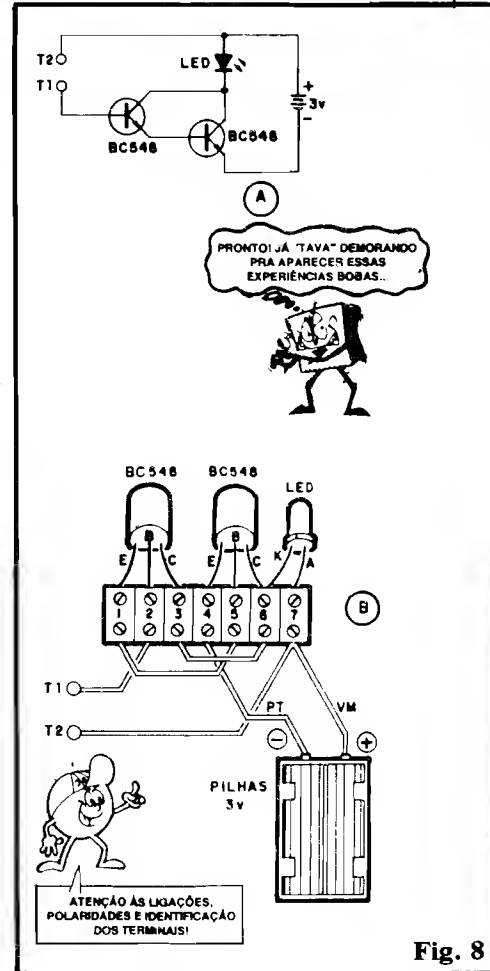
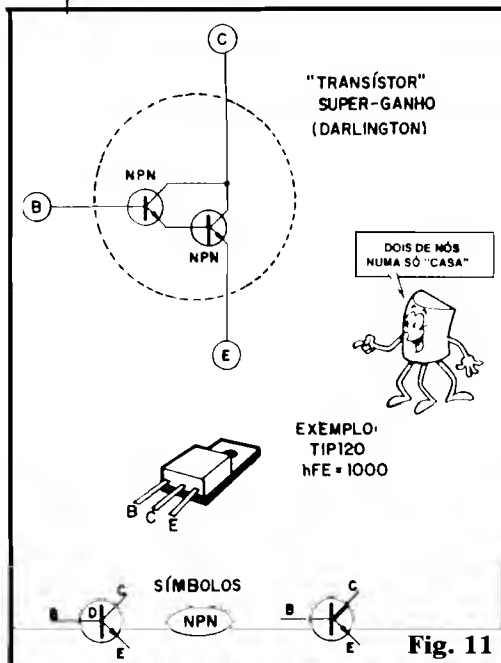
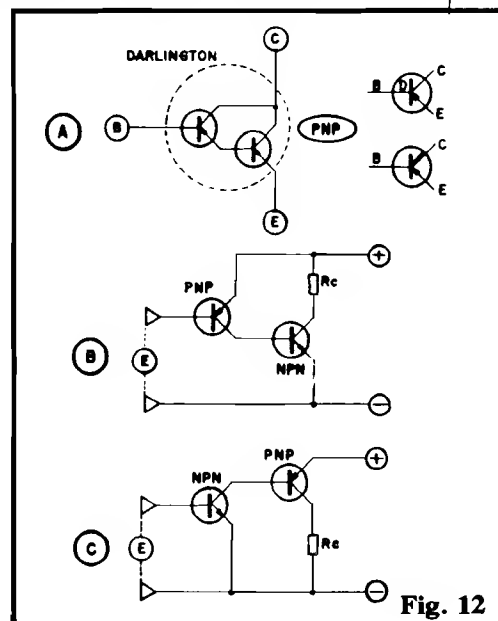

Fig. 8
Fig. 11
Fig. 12
- **FIG. 8-A** - Esqueminha do circuito da EXPERIÊNCIA... Conforme já foi dito, nada mais são do que dois transístores "enfileirados" de forma a "multiplicar" os seus ganhos (fatores de amplificação). Por enquanto não daremos detalhes teóricos a respeito (logo adiante falaremos nisso...). O importante, principalmente para o "Aluno recém-chegante" (e que deve, URGENTEMENTE, providenciar a aquisição das Revistas/Aula anteriores, para não ficar "boiando"...) é notar que um esquema nada mais é do que uma espécie de "mapa" do circuito, desenhado a partir das representações simbólicas dos componentes e suas ligações... Tanto os transístores quanto o LED **já foram** estudados nesses aspectos (aparência, símbolo, identificação de terminais...) e assim basta ao "Aluno" recorrer às informações já mostradas no nosso "Curso", se persistirem dúvidas...
- **FIG. 8-B** - Diagrama de montagem da EXPERIÊNCIA (chamamos de "chapeado" à vista **real** dos componentes, suas ligações e conexões com o "substrato" do circuito. No caso, usamos a "velha" (explicada nas primeiras "Aulas") técnica da montagem **sem solda**, sobre barra de conetores para-fusíveis. **ATENÇÃO** às posições dos dois transístores (e à identificação dos seus terminais) e do LED (idem). Observar também a polaridade da alimentação (fio **vermelho** do suporte de pilhas corresponde ao **positivo**, e fio **preto** ao **negativo**...). Observar a numeração atribuída aos segmentos da barra, e que serve como referência para evitar erros, facilitando a identificação de cada ponto de ligação (aqueles números "não estão lá", na barra "real", mas todos Vocês sabem contar até sete, não...?). Não esquecer dos "jumpers" (pedaços simples de
Essa corrente (tês milionésimos de ampére) é absolutamente **insuficiente** para o acionamento do LED. Agora vamos nos concentrar no **ganho** dos transístores: cada um dos BC548 apresenta um hFE de, **no mínimo**, "110". Na configuração adotada para o circuito (fig. 8-A) a corrente de **emissor** (Ie) do primeiro BC548 constitui a total corrente de **base** (Ib) do segundo transístor, com o que o "fruto" da Saída do primeiro, "alimenta" a Entrada do segundo, obtendo-se, no conjunto, a multiplicação dos ganhos individuais! Vamos, então, calcular esse ganho total, "por baixo"...
contato T1 (aquele que - ver esquema - está diretamente ligado ao terminal de **base** do primeiro transístor...) o LED **também** acenderá, ainda que fracamente... Como isso terá sido possível?! O nosso corpo, razoavelmente condutor, como já explicamos, funciona como um "pedaço de fio" na presença de um campo magnético, gerado pela eletricidade "passando" pela fiação da instalação elétrica do local (aquele "monte" de fios que estão dentro das paredes, aí da sua casa...). Se lembrarmos da "Lição" sobre os EFEITOS MAGNÉTICOS DA CORRENTE (ABC nº 4) podemos então entender que o corpo de uma pessoa pode (e efetivamente funciona...) funcionar como o SECUNDÁRIO de um "transformador", recebendo e manifestando, por indução, uma certa tensão (que pode até ser medida por aparelhos sensíveis, à superfície da pele...). Pois bem... Essa pequenínssima tensão, introduzida diretamente à **base** do primeiro transístor do arranjo (fig. 8-A) determina uma "correntinha" extremamente fraca que, porém, após a "bravíssima" amplificação proporcionada pelo par de transístores "enfileirados", manifesta-se com intensidade suficiente (no **coletor** do segundo transístor...) para acender o LED, ainda que com luz fraquinha! Deu pra sentir o **poder** de amplificação de um "miserável" par de transístores...?
- **FIG. 11** - O arranjo mostrado originalmente para a EXPERIÊNCIA (fig. 8-A) nada mais é do que um **acoplamento** entre dois blocos de amplificação (cada um formado unicamente por um transístor...). Essa configuração é especificamente chamada de **DARLINGTON** e na verdade forma, a partir de dois transístores, um "super-transístor", de elevadíssimo ganho (produto do hFE dos dois componentes acoplados...). Externamente observando o conjunto, os dois **coletos**
fig., o exemplo sob o código TIP120...) na forma externa de **um único transístor**! São componentes obviamente mais caros do que um transístor comum, mas facilitam muito certos projetos e montagens, onde os principais requisitos sejam a **compactação** e a redução do número de componentes (obtemos grande amplificação e grande potência final, a partir de poucas peças...). Ainda na fig. 11 temos os símbolos adotados para representar o "super-transístor" **Darlington** nos diagramas de circuitos... Os dois "visuais" valem, porém em ABC adotamos a norma mostrada à esquerda (um símbolo parecido com o de um transístor bipolar comum, com uma letra "D" dentro do círculo...). O símbolo com "traço duplo" no **coletor** (internamente ao círculo) também é adotado por muitos leiautistas...
- **FIG. 12-A** - Com dois transístores PNP também pode ser "construído" um **Darlington**. O arranjo é absolutamente semelhante ao formado por unidades NPN (como nas figs. 8-A e 11), porém sempre considerando que as polarizações serão todas "invertidas"...
- **FIG. 12-B** - Além do arranjo **Darlington** (que é um tipo de acoplamento DIRETO, ou seja, com um mínimo de intervenção de "terceiros" componentes...) existem outros arranjos muito usados para "casar" dois transístores, de modo a usufruir da amplificação "reforçada" proporcionada pelo conjunto. O sistema mostrado na figura (um transístor PNP e um NPN) coloca o primeiro componente no "papel" do resistor de polarização de **base** do segundo, de modo que "excitando" a **base** do primeiro, proporcionamos uma alta corrente de **base** para o segundo, que então se desenvolve sobre a "carga" de **coletor** deste (R_c). O ganho é muito bom (não tão alto quanto um **Darlington**) e o arranjo **muito** utilizado, na prática...
- **FIG. 12-C** - Podemos, facilmente, "inverter" as posições dos transístores, colocando o NPN em
Como diferença básica entre as configurações já mostradas, notem que os diagramas 12-B e 12-C determinam o acoplamento direto do **coletor** do primeiro transístor à **base** do segundo, enquanto que no chamado arranjo **Darlington** (figs. 11 e 12-A) é o **emissor** do primeiro que fornece a corrente de **base** do segundo... Os casos 12-B e 12-C, portanto, exigem transístores de polaridade diferente (um NPN e um PNP), enquanto que o sistema **Darlington** faz uso de transístores de idêntica polaridade (dois NPN ou dois PNP...).